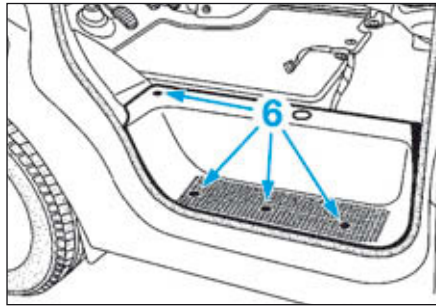

FIG.28
- déposer les vis (6) (Fig.28),